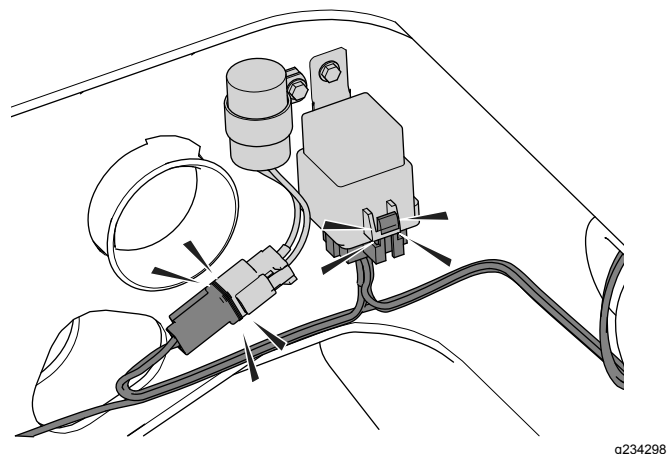

Figure 6
4. Branchez le faisceau au module temporisateur et au relais (Figure 6).